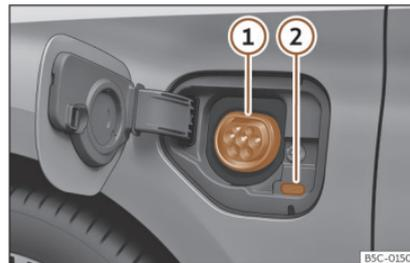

Fig. 194 Dietro il coperchio di ricarica della batteria nella parte anteriore sinistra: Presa di carica
>>> fig. 194
- Con il veicolo sbloccato, premendo il coperchio di ricarica della batteria, questa si apre >>> **fig. 194**.